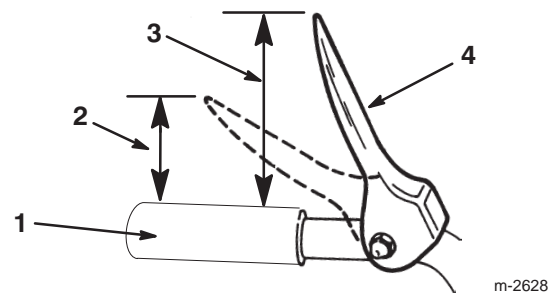

Figure 10
5. Vérifiez la distance entre l'extrémité de la manette de tarière/roue hélice et le haut de la poignée du mancheron. L'écartement doit être d'environ 10 centimètres, comme illustré dans la Figure 10.
Remarque : La résistance augmente de manière perceptible lorsque la courroie d'entraînement de tarière/roue hélice devient tendue (à peu près à mi-course de la manette). Le réglage est correct si la résistance *commence* à augmenter quand le bout de la manette de commande de tarière/roue hélice se trouve à 5 cm du haut de la poignée (Fig. 10).